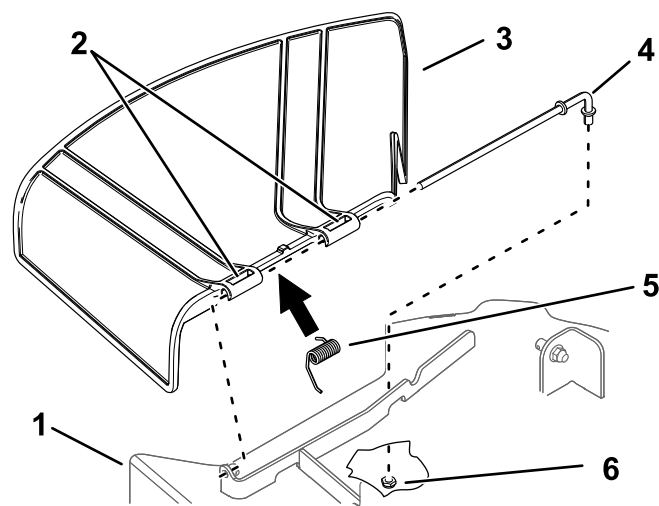

Figura 78
1. Togliete il dado ($\frac{3}{8}$ ") dall'asta sottostante il tosaerba (Figura 78).
2. Estraiete l'asta dal distanziatore corto, dalla molla, dal deflettore e dal deflettore dell'erba (Figura 78).
4. Montate il nuovo deflettore dell'erba e il deflettore (Figura 78).
7. Fate scorrere l'asta attraverso il deflettore e il secondo perno del deflettore dell'erba (Figura 78).
9. Fissate l'estremità posteriore dell'asta nel tosaerba con un dado ($\frac{3}{8}$ "), come mostrato in (Figura 78).